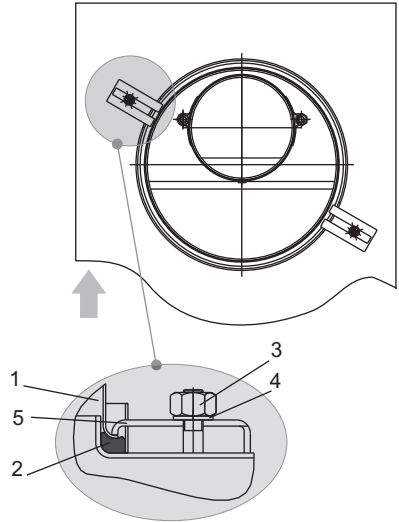

Рис. 4. Схема кріплення повітроходу
6.3. Монтаж апарата повинен виконуватись відповідно до вимог ДБН В.2.5-20-2001 "Газопостачання", а також відповідно до таблиці 3, у такій послідовності: рис. 4, 5, 6, 7.
6.3.8. Встановити апарат кронштейнами (п. 4) на шпильки кріплення (п. 6, рис. 2), з'єднавши при цьому патрубок димоходу з фіксованим патрубком газоходу зовнішнього. Патрубок повітряходу (п. 1, рис. 2) розмістити в кільцевому пазу апарата на прокладку (базальтовий шнур). Виставити вертикально апарат і закріпити його гайками (п.9), забезпечуючи при цьому щільний і герметичний притиск апарата до повітроводу. Встановити прижими та закріпити ними повітрохід у пазу апарата (рис. 4).